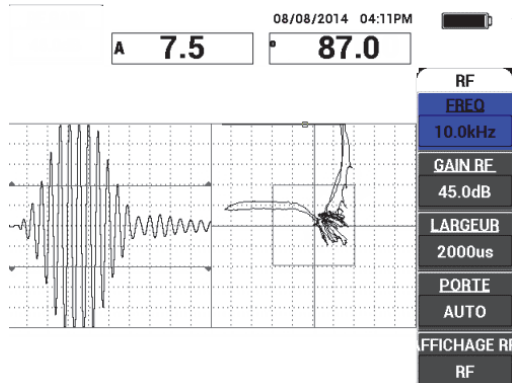

Figure 6-4 Détection des décollements des deux côtés de la pièce
4. Balayez les décollements situés des deux côtés de la pièce, et puis, pendant que vous continuez à déplacer la sonde au-dessus des décollements, assurez-vous que les deux défauts sont détectés (voir la Figure 6-4 à la page 137).